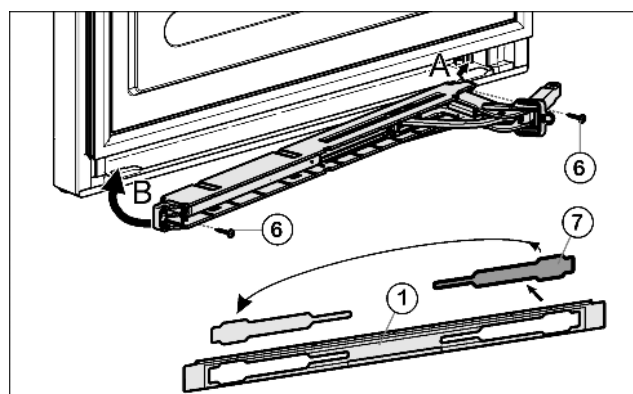

Fig. 9
- ▶ Kryt Fig. 9 (7) uvolněte z krytky Fig. 9 (1) a nasadíte zase na druhé straně.
- ▶ Jednotku tlumiče zavírání dveří s kloubem zahákněte (A) tak, že ukazuje ke straně závěsu, a nasadíte (B).
- ▶ Jednotku tlumiče zavírání pevně přišroubujte (2 x Torx 15) Fig. 9 (6).